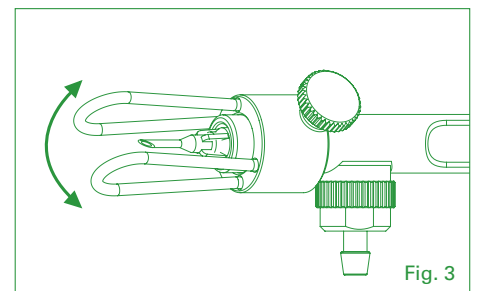

Fig. 3
3. Correggere l'angolo se necessario (Fig. 3).
3. Ajustar el ángulo como sea necesario (Fig. 3).
3. Ajuste o ângulo se necessário (Fig. 3).